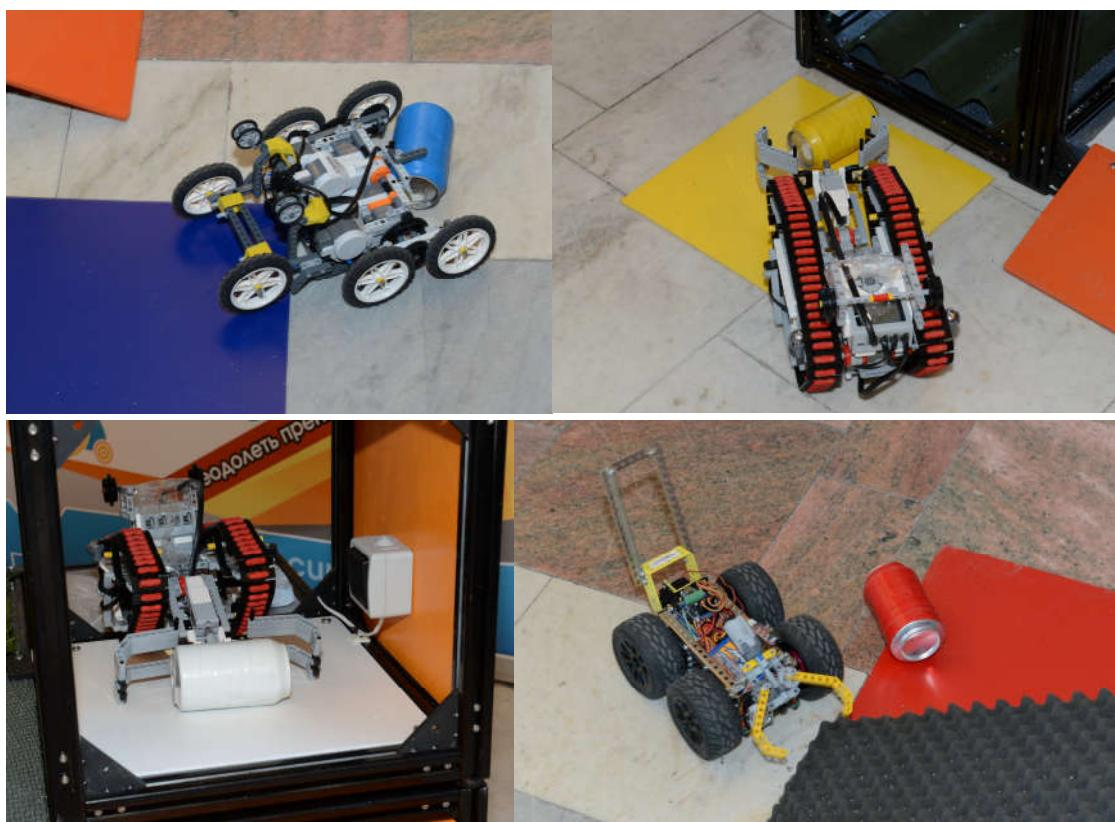

Рисунок 13 - «Сбор и доставка маяков»
- 1.5.12. **Сбор маячков** – Маячок представляет собой алюминиевую банку объемом 0.33л. Банка раскрашена в один из следующих цветов: красный, синий, зеленый, желтый. Задача робота - схватить и поднять маяк, либо любым другим способом доставить ее в соответствующую по цвету зону. (рисунок 13). Зона представляет собой лист цветного пвх-пластика красного, синего, зеленого, желтого или белого цветов.